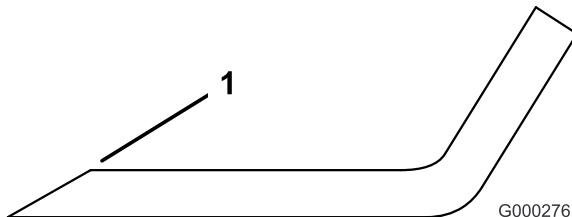

Figura 90
3. Esaminate l'affilatura di tutte le lame e affilate se risultano smussate o scheggiate (Figura 90).
Nota: Affilate soltanto la parte superiore del tagliente e mantenete l'angolo di taglio originale per garantire l'affilatura (Figura 90). La lama rimane bilanciata soltanto se viene rimossa una quantità uguale di metallo da entrambi i taglienti.